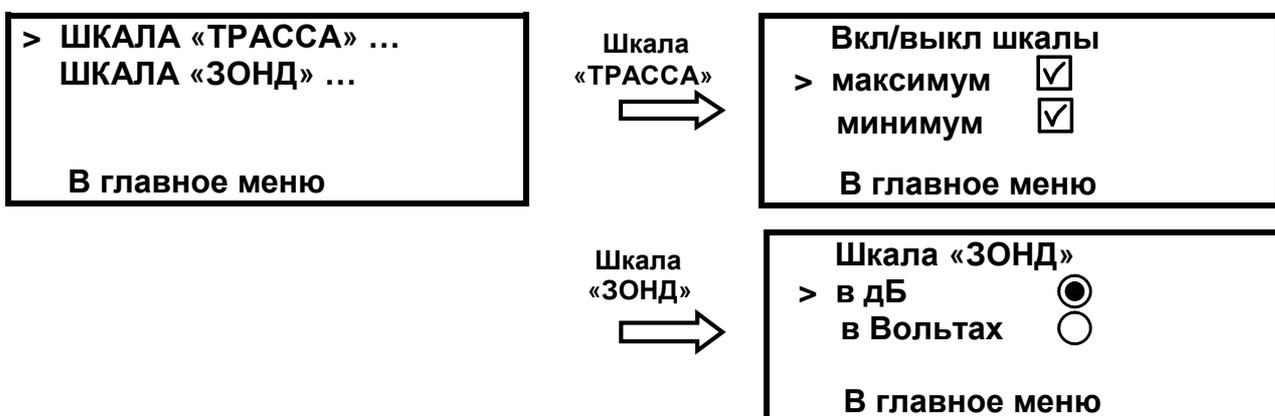

Рисунок 3.1 - Подменю «ИНДИКАЦИЯ»
3.1 В подменю «ИНДИКАЦИЯ» (см. рис. 3.1):